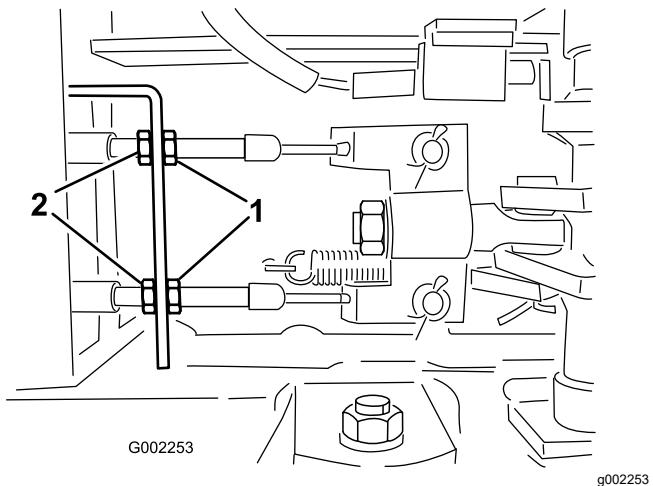

図 93
5. ブレーキケーブルの車両前端側にある前ジャムナットをゆるめる(図 93)。
6. 後ナットを均等に締めて、ブレーキペダルの遊びを 10-20 mm に調整する図 93。